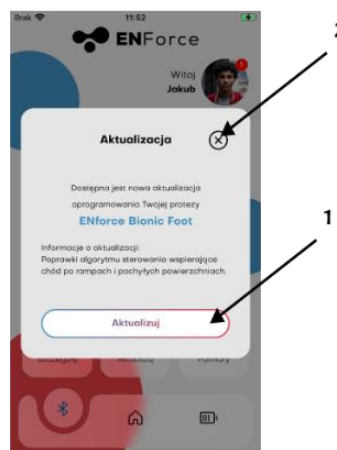

Abbildung 19: Benachrichtigung über verfügbare Updates und Softwareänderungen.
Wenn eine neue Softwareversion verfügbar ist, werden dem Benutzer nach dem Verbinden der Anwendung mit dem Produkt Informationen über die Änderungen angezeigt (Abbildung 19). Nachdem sich der Benutzer mit den Änderungen vertraut gemacht hat, kann er den Aktualisierungsvorgang durch Drücken der Schaltfläche Aktualisieren (1) starten oder die Aktualisierung durch Schließen des Fensters mit dem Symbol "X" (2) verschieben.